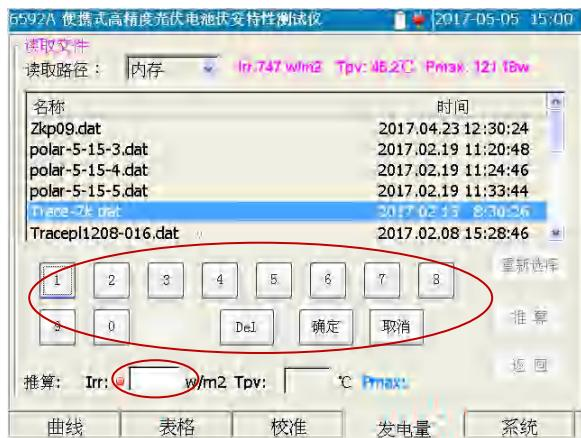

图 5-25 Irr 数值输入示意图
- 1) 首先设置用于推算的环境参数。点击 Irr 对应的编辑框, 或者通过 \blacktriangleleft 或 \triangleright 键将操作焦点移至 Irr 对应的编辑框, 然后按下 $Enter$ 键, 将出现小按钮键盘, 用于输入数值, 如图 5-25 所示。